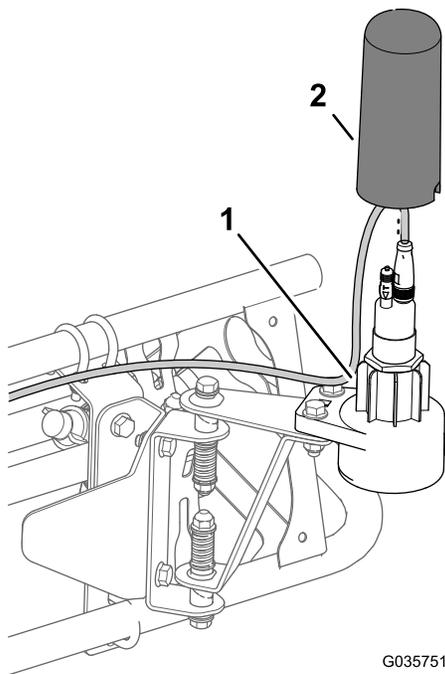

Figure 24
- Posez le logement supérieur sur le capteur et sur le logement inférieur (Figure 24).